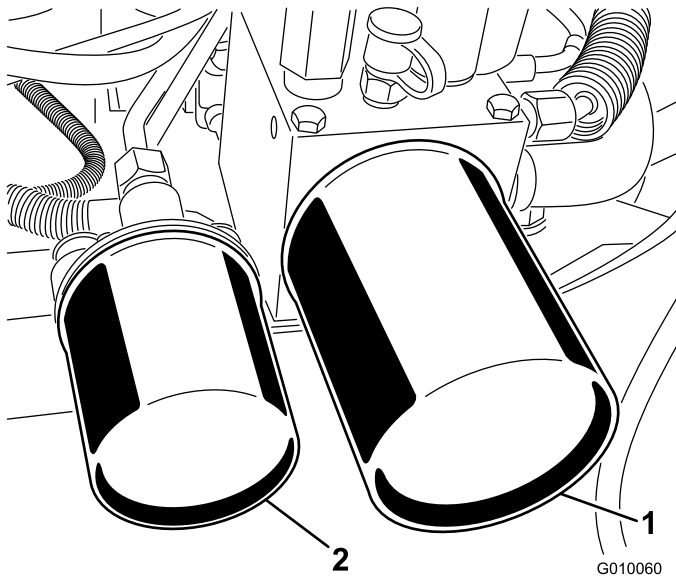

Figura 59
2. Coloque un recipiente bajo los filtros, retire los filtros usados y limpie con un paño la superficie de la junta del adaptador del filtro (Figura 59).